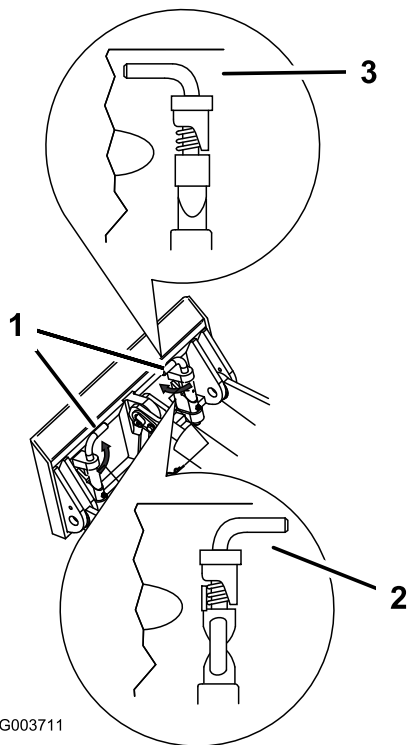

Figura 32
7. Acople los pasadores de enganche rápido, asegurándose de que están correctamente introducidos hasta el fondo en la placa de montaje (Figura 32).